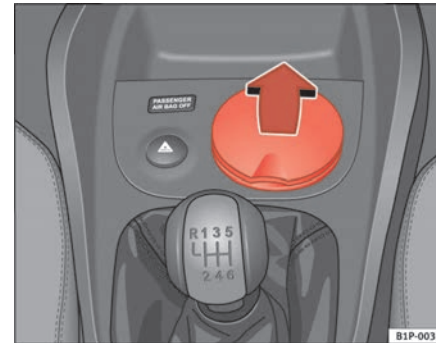

Abb. 99 Aschenbecher im Getränkehalter vorne
- Zum Öffnen des Aschenbechers den Deckel anheben ⇒ Abb. 99